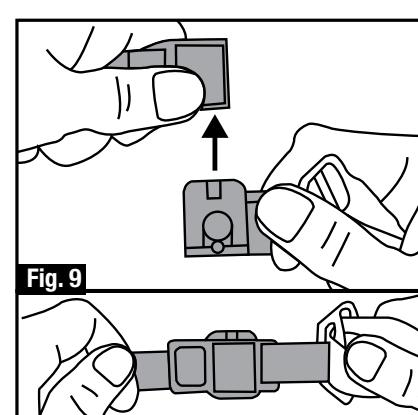

Fig. 9
- To latch the magnetic buckle, bring buckle ends into proximity with latching mechanism facing towards each other. To unlatch the buckle, shear the buckle. (Figure 9)
- Pour bloquer la boucle magnétique, rapprochez les deux extrémités de la boucle près du mécanisme de verrouillage, faisant face l'un à l'autre. Pour déverrouiller la boucle, séparez les deux parties. (Figure 9)